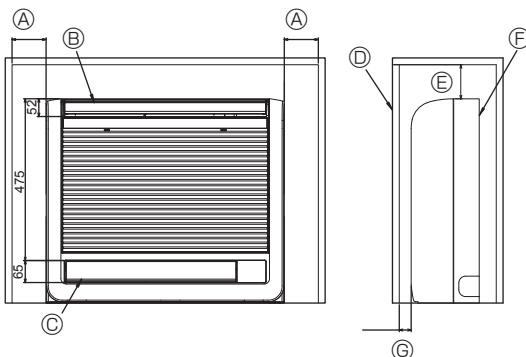

Fig. 6-1
6.1. Encastrement de l'appareil intérieur dans un mur (Fig. 6-1)
- (A) 100 mm minimum
- (B) Sortie d'air supérieure
- (C) Sortie d'air inférieure
- (D) Grille
- (E) 100 mm minimum